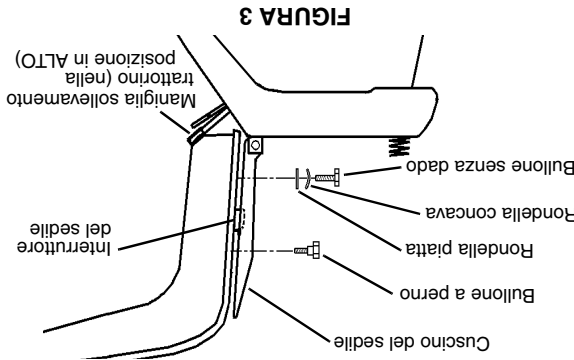

FIGURA 3
- Installare i bulloni a perno attraverso il cuscino del sedile nei due fori superiori del sedile (vedere FIGURA 3). Serrare strettamente.